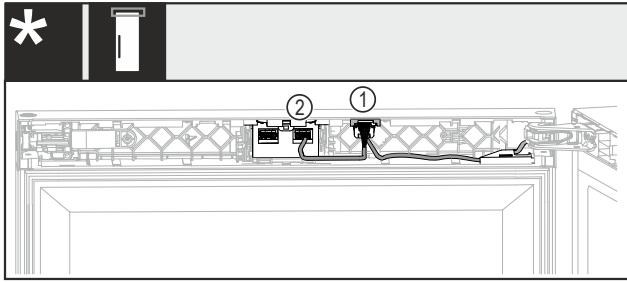

Fig. 46 Senza serratura o con serratura meccanica*
- Inserire la spina con entrambi i cavi Fig. 46 (1) nella guida.*
- Innestare la spina con un cavo Fig. 46 (2) nel nido destro.*